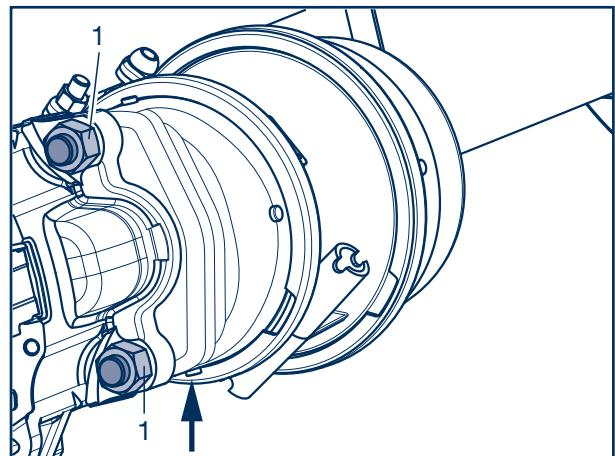

Fig. 7
- [15] Dévisser les deux écrous (Fig. 7/1) de fixation M 16 x 1,5 - SW 24 du carter de frein.
- [18] Bremszylinder ansetzen und mit neuen Befestigungsmuttern (Fig. 7/1) montieren.
- [18] Position the brake cylinder and install it using new mounting nuts (Fig. 7/1).
- [18] Accoster le cylindre de frein et le fixer avec des écrous de fixation neufs (Fig. 7/1).